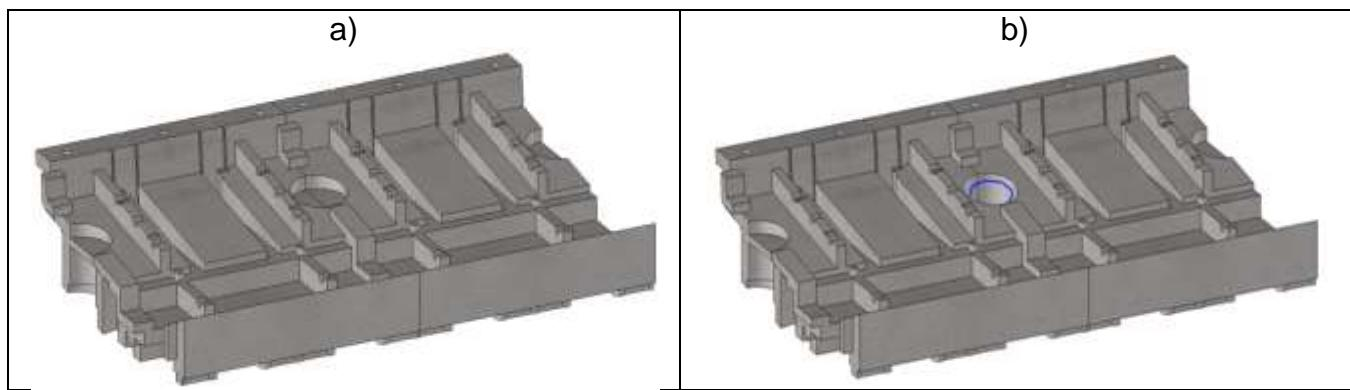

Figure 2 : Module droit avant découpe (a) et après découpe Ø125 mm (b)
- Ouvrir au cutter ou à la scie à métaux un module droit sur deux au niveau de l'ouverture Ø125 mm (Figure 2). Lors du coulage du béton, la moitié des tuyaux seront remplis, quand l'autre moitié servira uniquement de support pour que les coffrages ne basculent pas sous le poids du béton. Cette étape peut aussi se faire pendant le montage des modules sur le bassin.